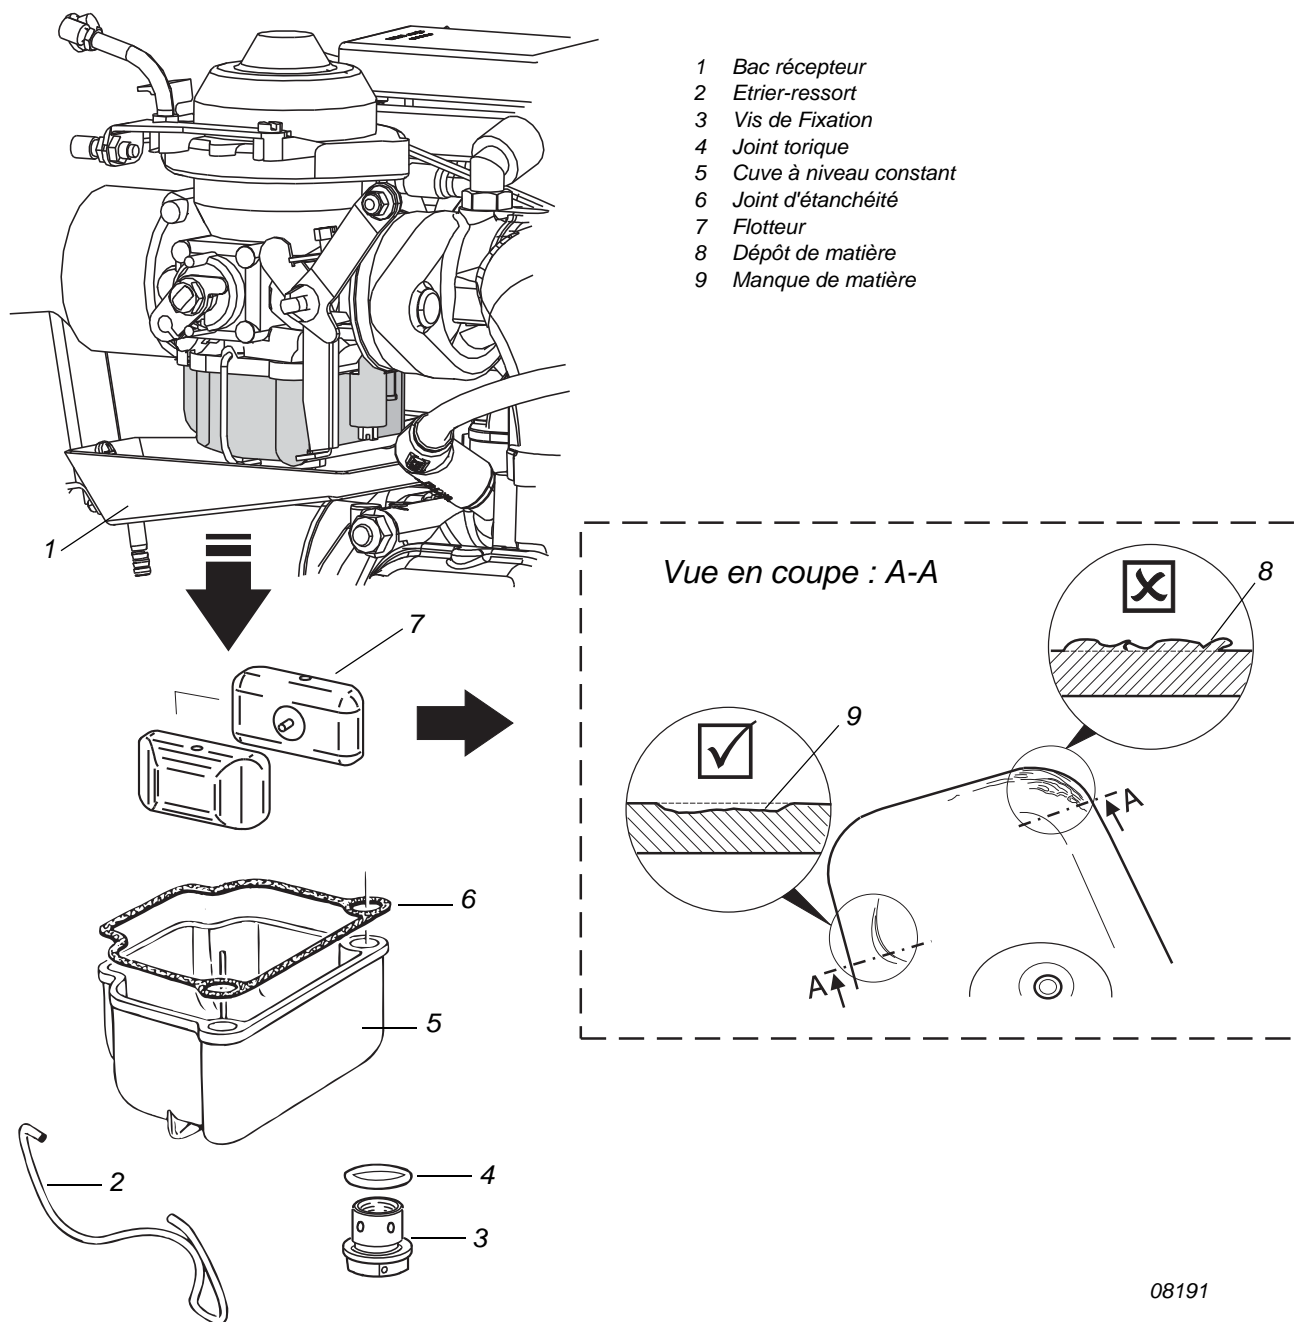

Fig. 1
(voir fig. 1).
1. Déposer le bac récepteur (1) - si existant.
3. Déposer l'étrier-ressort (2) ou, sur le ROTAX 914, déposer la vis de fixation (3) avec son joint torique (4).
4. Déposer la cuve à niveau constant (5) avec le joint (6) et les deux flotteurs (7).
5. Rechercher soigneusement, sur chacun des deux flotteurs, toute trace de particules se détachant. De par ses caractéristiques fonctionnelles, un flotteur est composé de plastique léger et poreux, obtenu par pulvérisation. Des dommages de surface causés par la porosité (p. ex. défauts de 3 mm (0,12 in) de long max.) et/ou des manques de matière (voir figure 1, point 9) résultant du processus de production sont tolérés. En effet, ces caractéristiques visibles (p. ex. une porosité ouverte) n'entraînent de pénétration de liquide à l'intérieur du flotteur et, a fortiori, ne font pas couler celui-ci.
Des dépôts et autres imperfections de matériaux (voir Figure 1, point 8) ne présentant pas un contact suffisant avec le flotteur ne sont pas tolérés. Les flotteurs doivent dans ce cas être remplacés. Les manques de matière résultant du processus de production (voir Figure 1, point 9) sont, en revanche, tolérés.